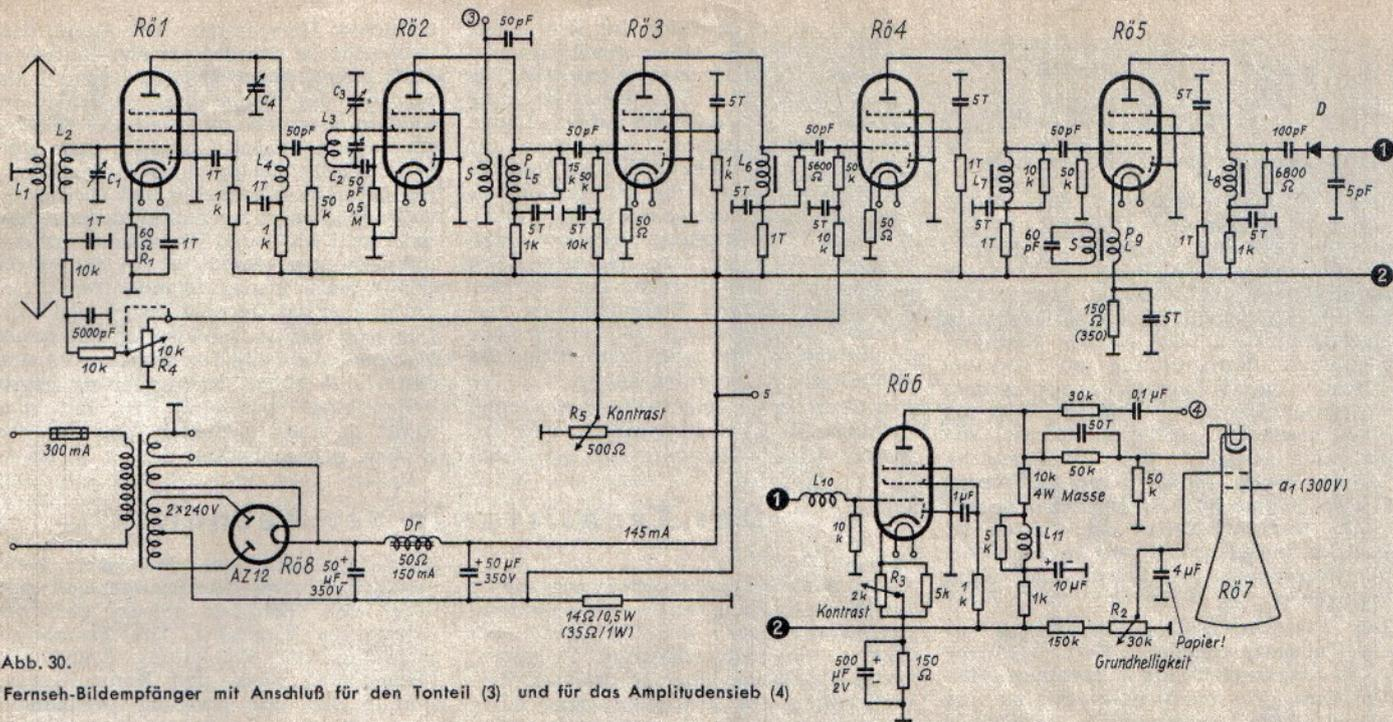
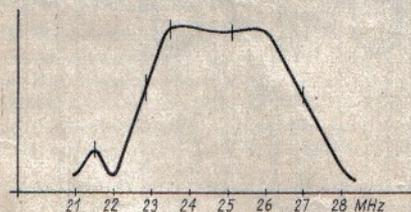
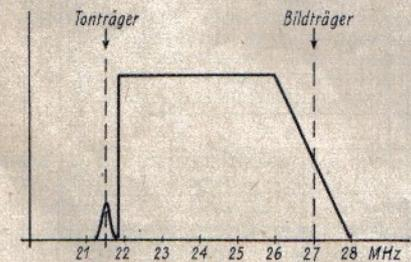

Abb. 30.
Abb. 31. Resonanzkurve des Bild-ZF-Verstärkers
Abb. 32. Ideale Resonanzkurve des Bild-ZF-Verstärkers
Das Schaltschema des eigentlichen Bildempfängerteiles ist in Abb. 30 wiedergegeben. Entsprechend der europäischen Norm sind für Deutschland 6 Übertragungskanäle für Fernseh Zwecke vorgesehen. (s. FUNK-TECHNIK Bd. 6 [1951], H. 6, S. 162, u. FUNK UND TON Bd. 5 [1951], H. 2, S. 91.) In Berlin werden, wie bekannt ist, mehrere Fernsehsender gleichzeitig laufen, so daß höchstwahrscheinlich zwischen vier Kanälen gewählt werden kann. Der Empfänger teil für Berlin ist daher so zu bauen, daß er wahlweise auf vier Kanäle einzustellen geht. In Westdeutschland wird man zumindest in den nächsten Jahren
nur mit jeweils einem Sender rechnen können, so daß man den Empfänger einseitig fest abstimmen kann. Das Arbeitsprinzip der Schaltung nach Abb. 30 ist folgendes: RÖ 1 arbeitet als Vorstufe, RÖ 2 ist die Oszillator- und Mischstufe. RÖ 3, 4 und 5 verstärken die Bildzwischenfrequenz. Für die Gleichrichtung der Bildzwischenfrequenz wird ein Germanium-Detektor D verwendet. RÖ 6 arbeitet als Nachverstärkerröhre für die Bildimpulse, die der Bildröhre RÖ 7 zugeführt werden. Für RÖ 7 kann ohne Änderung der Daten des Empfängers entweder die vorgesehene Kleinbildröhre oder eine 30-cm-Fernsehröhre verwendet werden.
$1\frac{1}{2}$ -m-Bandes eingestellt. Die Abstimmung kann entweder durch Eindrehen eines Hochfrequenz-Eisenkernes oder durch Verstimmen der Trimmer  $C_1$  und  $C_4$  erfolgen.  $L_2$  hat eine Induktivität von  $0,05 \mu\text{H}$ . Sie wird auf einen Spulenkörper von 9 mm Außendurchmesser aus versilbertem Draht  $1,5$  mm Durchmesser gewickelt. Sie hat 2 Windungen, wobei der Windungsabstand etwa  $1\frac{1}{2}$  mm ist. Zwischen diese Windungen wird  $L_1$  gewickelt, bestehend aus 2 Windungen Isyntha-Schaltendraht. Die Spule  $L_4$  hat ebenfalls einen Trolitul-Körper mit 9 mm Außendurchmesser, sie soll  $0,04 \mu\text{H}$  haben und wird aus  $1,5$  mm versilbertem Draht zu 2 Windungen mit etwa 1 mm Windungsabstand gewickelt. In diese Spulen wird ein UKW-Hochfrequenz-Eisenkern geschraubt. Für  $C_1$  und  $C_4$  wählt man am besten die sogenannten Fernseh-Trimmer der Firma Philips. Sollten diese nicht greifbar sein, so empfiehlt es sich, ihre Luft-Trimmer einzubauen und diese auf möglichst kleine Kapazität einzustellen. Es ist ratsam, für RÖ 1 möglichst die EF 80 zu verwenden, etwas weniger gut für diesen Zweck ist die EF 42; die in Abb. 30 angegebenen Daten sind für beide Röhrentypen richtig. Soll die EF 14, deren Rauschwert höher liegt, an dieser Stelle benutzt werden, so müssen für  $R_1$  360 Ohm und für den Schirmgitter-Widerstand an Stelle von  $1 \text{ k}\Omega$   $25 \text{ k}\Omega$  eingesetzt werden. Für RÖ 2 muß unbedingt eine EF 80 genommen werden, weil die Oszillator-Frequenz  $223,35 \text{ MHz}$  beträgt; von den deutschen handelsüblichen Röhren schwingt sie in den hohen Frequenzen am besten. Die Spule  $L_3$  hat  $0,03 \mu\text{H}$ , sie besteht ebenfalls aus 2 Windungen  $1,5$  mm versilbertem Draht und knapp 2 mm Windungsabstand. Genau in der Mitte dieser Spule muß die Mittelanzapfung eingelötet sein, die zu dem  $50\text{-pF}$ -Kondensator führt.  $C_2$  ist ebenso wie  $C_3$  ein Fernseh-Trimmer, wie oben erwähnt. In  $L_3$  wird außerdem ein UKW-Hochfrequenz-Eisenkern eingeschraubt.  $C_3$  muß so eingestellt werden, daß die Oszillatorspannung an den Buchsen der Fernsehantenne am geringsten ist. Hierzu ist ein recht empfindliches Röhrenvoltmeter notwendig, das man an die Antennenbuchsen des Empfängers anschließt. Der Trimmer  $C_3$  wird nun so verstellt, daß der Ausschlag des Röhrenvoltmeters ein Minimum anzeigt. Hinter RÖ 2 erhält man bereits die Bildzwischenfrequenz. Die Bandbreite des Zwischenfrequenz-Verstärkers soll  $5,5 \text{ MHz}$  betragen. Man erzielt sie dadurch, daß man eine Reihe (im vorliegenden Falle vier) Resonanzkreise verwendet, die gegeneinander verstimmt sind. Außerdem werden diese Resonanzkreise durch parallele Widerstände stark gedämpft, so daß die Resonanzkurven der einzelnen Kreise stark verbreitert sind. Die resultierende ergibt dann eine Resonanzkurve gemäß Abb. 31. Dort sind die Eigenresonanzen der verschiedenen Abstimmkreise durch senkrechte Striche markiert. Die Abb. 32 gibt die ideale Resonanzkurve des Zwischenfrequenzteiles wieder. Kennzeichnend ist, daß die Resonanzkurve verhältnismäßig langsam ansteigt und der Bildträger auf der Mitte dieses ansteigenden Teiles liegt. Die ideale Bandfilterkurve verläuft dann waagrecht und soll auf der Seite, auf der die Tonfrequenz liegt, möglichst senkrecht abfallen. Abweichungen vom
Dimensionierungs-Angaben zum Fernseh-Bildempfänger mit Anschluß für den Tonteil (3) und für das Amplitudensieb (4) nach Abb. 30